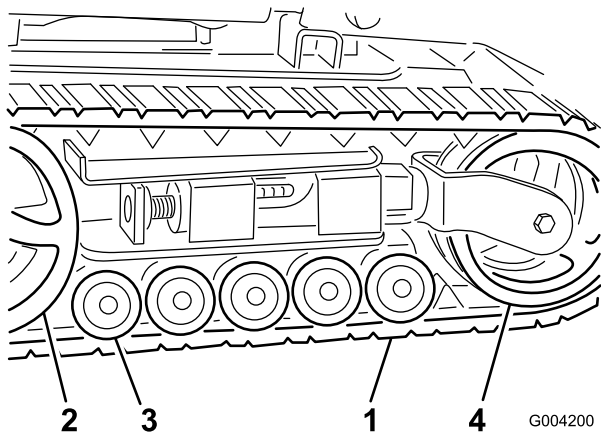

Рисунок 39
**Внимание:** Убедитесь в том, что вы полностью очистили опорные катки, натяжной каток, и ведущее колесо (Рисунок 39). Очищенные опорные катки должны свободно вращаться.